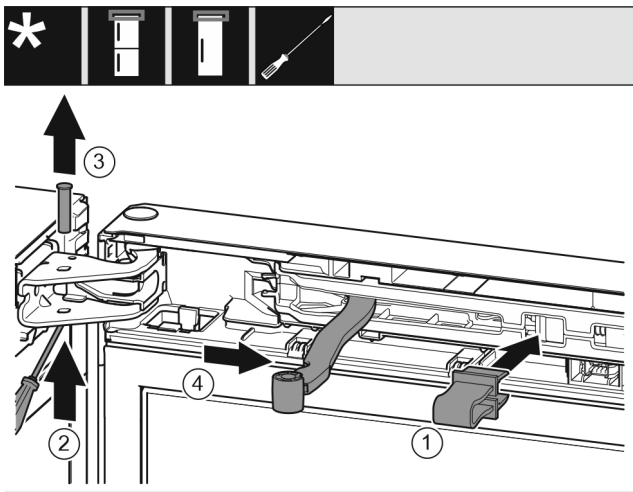

Fig. 10
- ▶ Зафіксуйте запобіжник Fig. 10 (1) в отворі.
- ▶ Викрутіть штифт Fig. 10 (2).
- ▶ Вийміть штифт Fig. 10 (3) рухом нагору.
- ▶ Поверніть шарнір Fig. 10 (4) у напрямку дверцят.